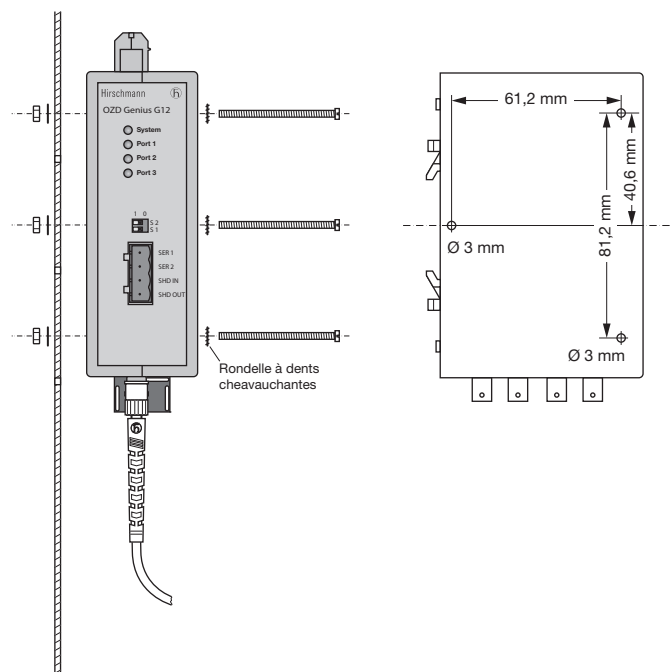

Fig. 7: Montage de l'interface sur une plaque de montage
- ▶ Percer trois orifices dans la plaque de montage selon le schéma de perçage représenté dans la figure 7.